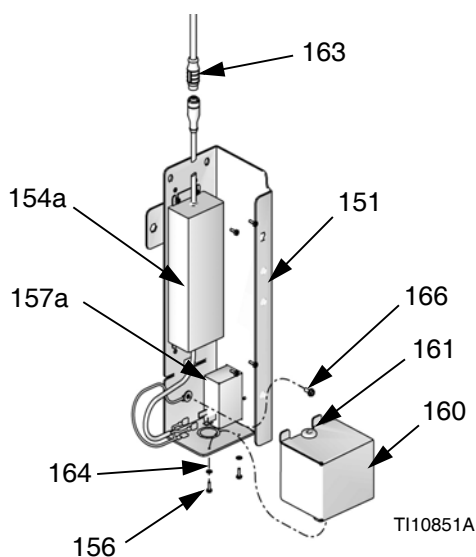

FIG. 39
2. Montare il modulo di ingresso dell'alimentazione (157a) e l'alimentatore da 100-240 V ca (154a) sulla staffa di montaggio (151).
3. Installare il cavo di uscita dell'alimentatore sul cavo CAN (509). Vedere la FIG. 39.
- b. Collegare il filo marrone alla linea (L).
- c. Collegare il filo blu al neutro (N).
5. Installare la vite di messa a terra (166) attraverso il morsetto dell'anello del cavo pigtail di terra (verde) dell'alimentatore e fissare alla scatola dell'alimentazione (151).
6. Installare la piastra di copertura (160), le viti (156) e le rondelle (164).